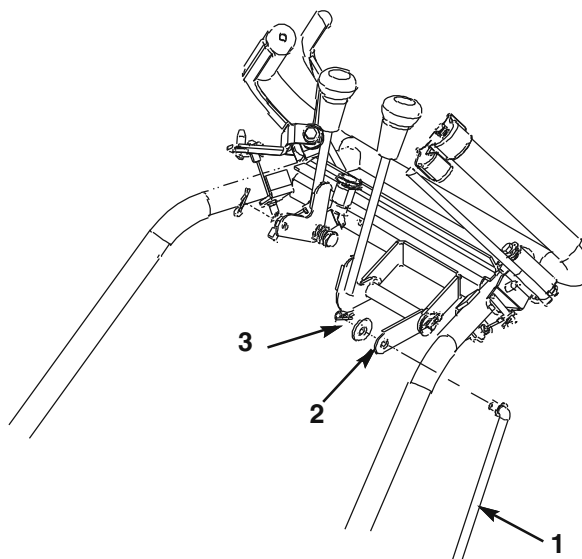

図4
5. シフト・ロッドの上端をシフト・リンクの穴に入れる (図4)。先ほど外したヘアピン・コッターをワッシャを使って、ロッド端をリンクに固定する。